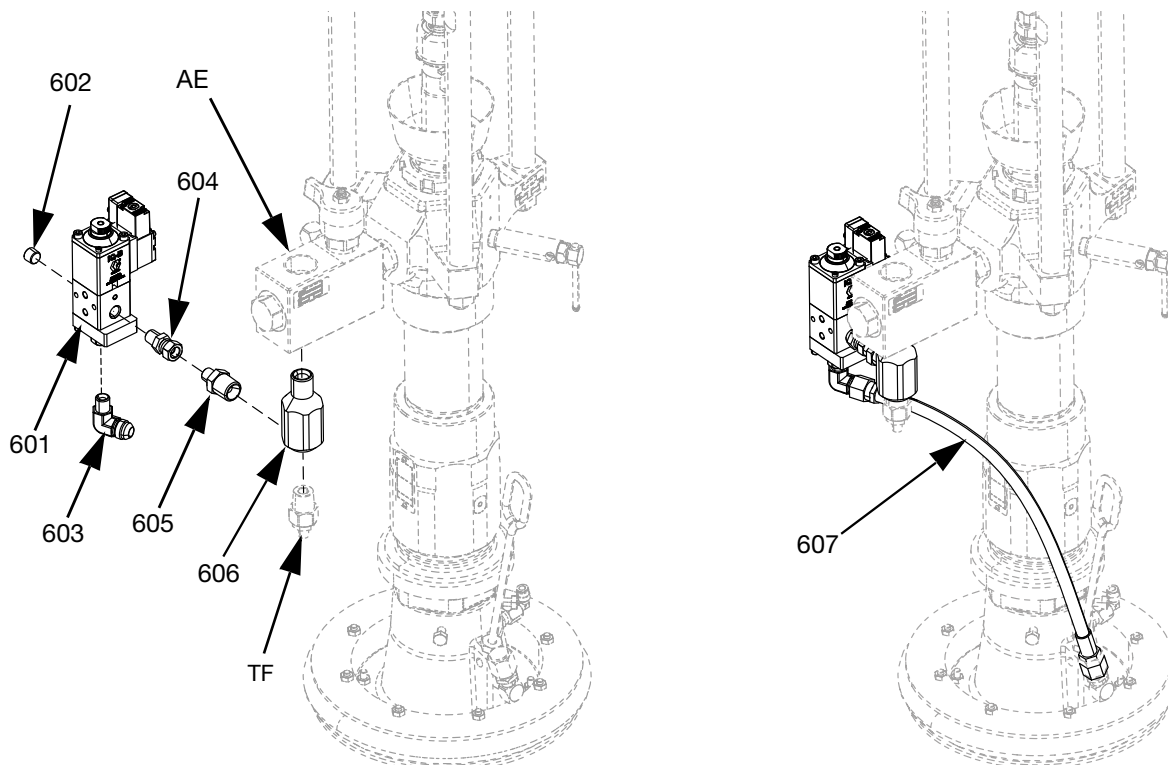
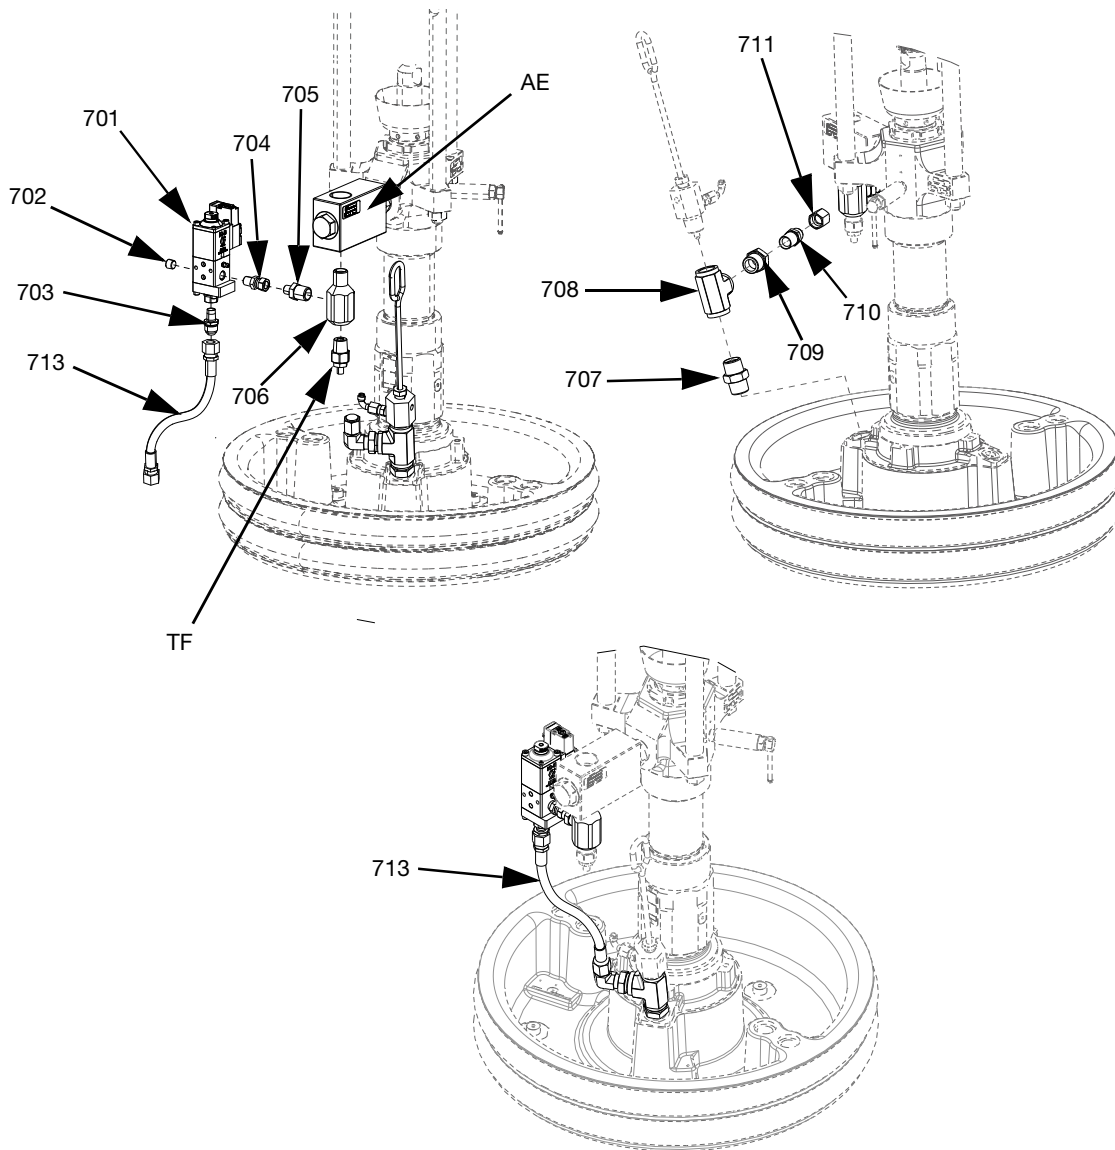

Fig. 69: Kit de vanne de cylindre, 25R452
FIG. 73: Kit de vanne de cylindre, 25R453
2. Raccorder le capteur de pression du port 5 sur le moteur électrique (AB).
3. Retirer le raccord du capteur de pression (TF) et le raccord auquel il est attaché depuis le clapet antipretour de fluide (AE).
4. Avec un ruban de filetage, monter le raccord en T 1/2 NPT (606) dans le clapet anti-retour de fluide (AE), puis installer le raccord du capteur de pression (TF) dans le bas du raccord en T 1/2 NPT (606).
5. Avec un ruban de filetage, installer l'adaptateur 1/4 NPT x 1/2 NPT (605) dans le raccord en T 1/2 NPT (606). Voir Fig. 69.
6. Installer la vanne de cylindre (601) sur le raccord 1/4 NPT (606) avec le raccord tournant (604), puis serrer.
7. Monter le flexible de recirculation (607) sur la vanne de cylindre (601) et serrer.
8. Raccorder le capteur de pression au port 5 sur le moteur électrique (AB).
4. Avec un ruban de filetage, monter le raccord en T 1/2 NPT (706) dans le clapet anti-retour de fluide (AE), puis installer le raccord du capteur de pression (TF) dans le bas du raccord en T 1/2 NPT (706).
5. Avec un ruban de filetage, installer l'adaptateur 1/4 NPT x 1/2 NPT (705) dans le raccord en T 1/2 NPT (706). Voir FIG. 69.
6. Installer la vanne de cylindre (701) sur le raccord 1/4 NPT (706) avec le raccord tournant (704), puis serrer.
7. Monter le flexible de recirculation (713) sur la vanne de cylindre (701) et serrer.
9. Retirer la tige de purge (EF) et le port de purge (EG), et installer les raccords (707, 708, 709, 710, 711) comme montré à la FIG. 73.